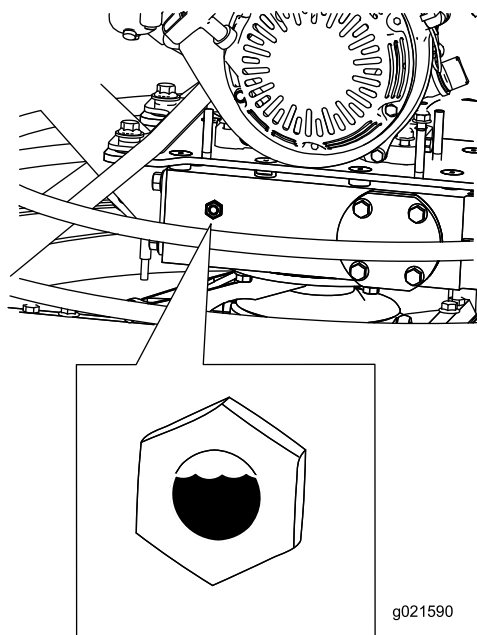

Figura 10
3. Inspeccione la mirilla del tapón de la caja de engranajes (**Figura 10**). El aceite debe llenar las tres cuartas partes de la mirilla.